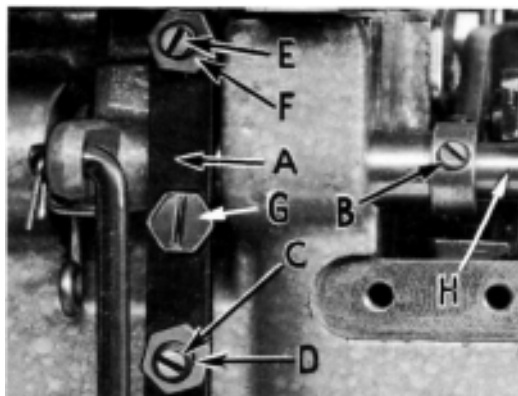

FIG. 11
Assemble the presser foot to presser arm. With needle in high position, swing presser arm into sewing position and set the presser foot to align needle holes (front and back) and flat on the throat plate. The front edge of needle hole in presser foot must be aligned with front edge of needle hole in throat plate. It is also important that the bottom of the presser foot be flat on the throat plate. If necessary, presser foot can be realigned with throat plate slots by shifting the foot lifter lever shaft (H, Fig. 11). To move the shaft, loosen collar screws (B, Fig. 11) and clamp screw (G) and then shift the foot lifter lever shaft to the left or right as required. Retighten collar screw and clamp screw.
The foot lifter lever arm (A, Fig. 11) and the collar (B) secure the shaft. Be sure the presser arm does not bind and rise when presser foot release bushing is unlocked.
Montieren Sie den Drückerfuß am Drückerfußarm. Bei Nadelhochstellung schwenken Sie den Drückerfußarm in Nähstellung und stellen den Drückerfuß so, daß die stichloch-schlitz übereinstimmen (vorn und hinten) und er flach auf der Stichplatte aufsitzt. Die Vorderkante des Nadelschlitzes im Drückerfuß muß sich mit der Vorderkante des Nadelschlitzes in der Stichplatte decken. Es ist auch wichtig, daß die Drückerfußsohle nach auf der Stichplatte liegt. Wenn notwendig, kann der Drückerfuß nach den Stichplatten-schlitz ausgerichtet werden indem man die Drückerfuß-Lifterhebelwelle (H, Fig. 11) verschiebt. Zum verschieben der Welle lösen Sie die
Schrauben (B, Fig. 11) im Stelling und die Klemmschraube (G) und dann schieben Sie die Drückerfuß-Lifterhebelwelle nach Bedarf nach links oder rechts. Ziehen Sie die Schrauben im Stelling und die Klemmschraube wieder an.
Der Drückerfuß-Lifterarm (A, Fig. 11) und der Stelling (B) sichern die Welle seitlich. Achten Sie darauf, daß der Drückerfußhebel nicht klemmt und in die Höhe geht wenn die Muffe für den Drückerfußdruck entriegelt wird.